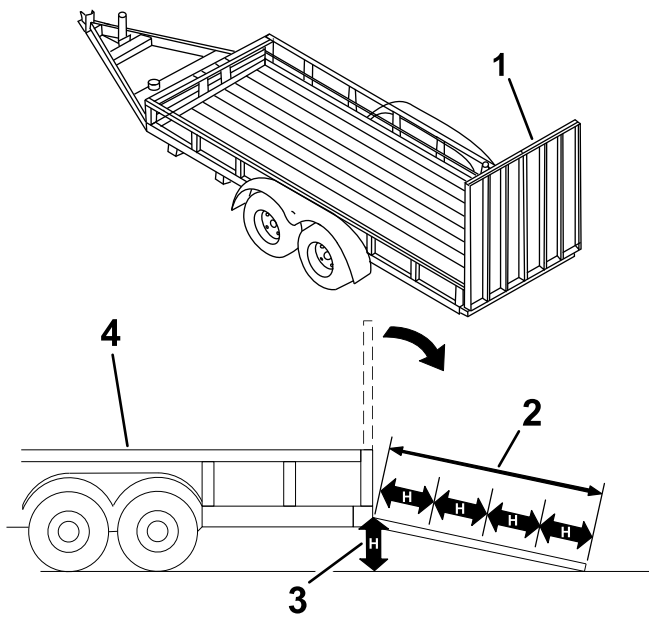

Figura 11
El cargar la máquina en un remolque o un camión aumenta la posibilidad de un vuelco y podría causar lesiones graves o la muerte (Figura 11).
3. Baje la rampa (Figura 11).